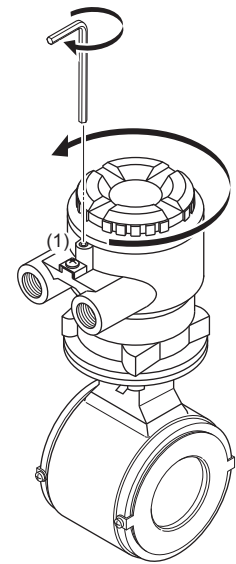

图4.5.1 取下接线盒盖(分体型传感器)
- (1) 取下壳盖
- 使用六角扳手(标称尺寸3)沿顺时针方向拧开壳盖锁紧螺丝(1)(参阅图4.5.1)，打开壳盖。从制造厂发货时，壳盖未锁死。用手固定传感器，按下图所示箭头方向旋转，取下壳盖。
顺时针方向旋转壳盖, 将其安装到接线盒上。使用六角扳手(标称尺寸3)沿逆时针方向拧紧壳盖锁紧螺丝(1) (参阅图4.5.1), 锁紧壳盖。